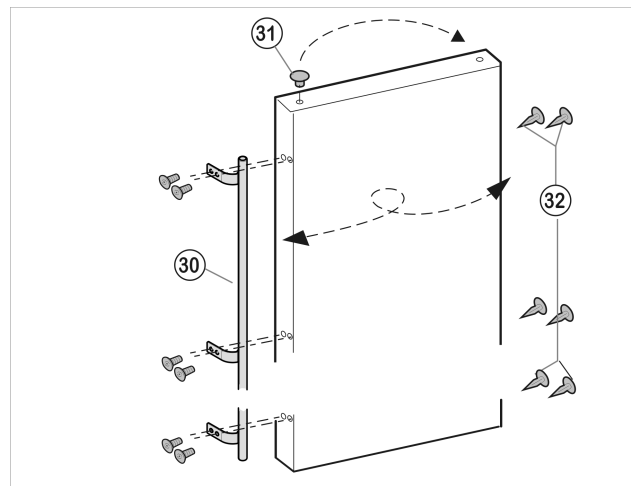

Fig. 22
- Retire el tapón Fig. 22 (31) del casquillo de cojinete de la puerta y cámbielo de sitio.
- Desmonte el tirador de la puerta Fig. 22 (30) y los tapones Fig. 22 (32) y cámbielos al lado opuesto.